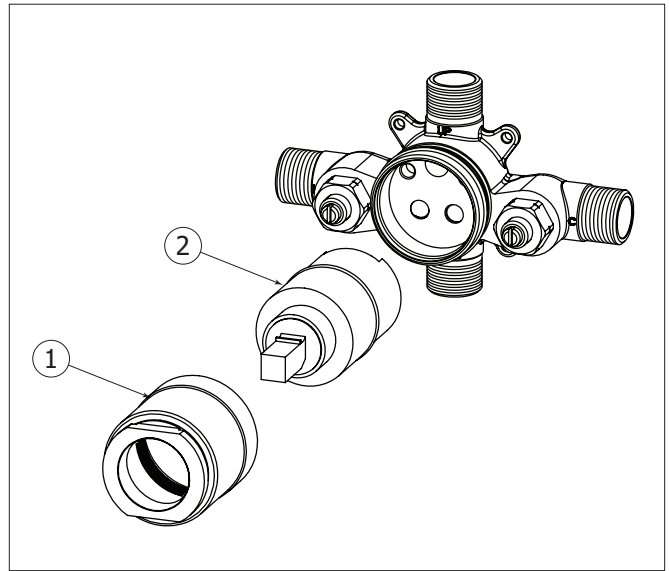

Fig. 7
Unscrew the cartridge holder (1) and remove the protective plug. Insert the cartridge (2) into the valve body as shown (Fig. 7), making sure its guiding lugs line-up with the corresponding openings in the rough. Push the cartridge until its surrounding O-ring is firmly engaged. Reinstall the cartridge holder (1). DO NOT OVERTIGHTEN.
Dévisser le manchon de la valve (1) et retirer le capuchon protecteur. Insérer la cartouche (2) dans la valve tel qu'illustré (Fig. 7), en utilisant les 2 projections en dessous comme guide pour l'orienter correctement. Enfoncer la cartouche, jusqu'à ce que le joint thorique du pourtour soit fermement engagé dans la base. Refermer la valve à l'aide du manchon. NE PAS TROP SERRER.